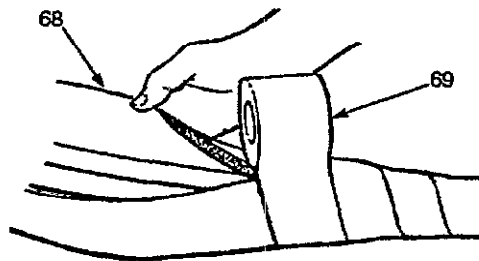

Fig. 22c
- d. Envolver el entubado de aislamiento (68) alrededor de las conexiones de la manguera, omitiendo las juntas. Envolver con cinta (69) continuamente alrededor de la entubadura, comenzando y terminando a aproximadamente 51 mm después del corte del revestimiento aislante. Este aislamiento reduce al mínimo las pérdidas de calor en las conexiones y protege los acoplamientos y la cinta térmica contra los daños. Ver Fig. 22c.